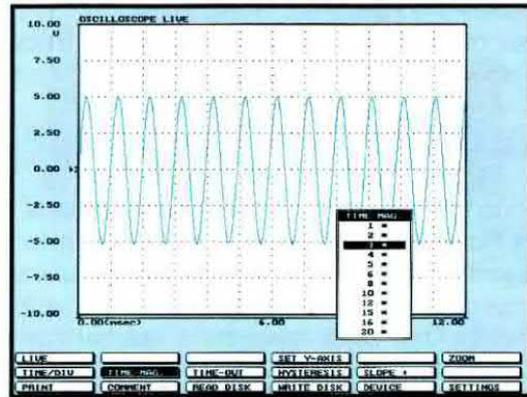

Fig.8 Se andate nella finestra con la scritta Time-Mag. e pigiate Enter apparirà questa finestra che vi permetterà di allargare il tempo x quadretto.
**TIME-MAG.** – questa funzione serve ad **allargare** in orizzontale la base dei tempi. Se ad esempio avevate scelto un **Time/Div** di **1 millisecondo** per quadretto e nella finestra di fig.8 scegliete **3**, il tempo di **1 millisecondo** risulterà composto da 3 quadretti e di conseguenza l'immagine si **allargherà** in orizzontale.